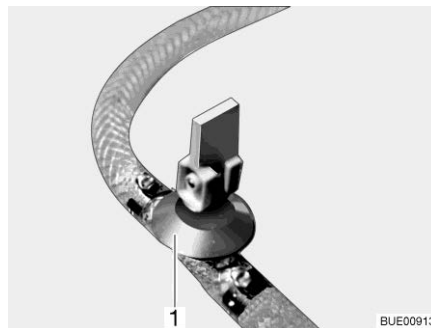

Fig. 192 Rubinetto di scarico (con leva a bilanciere)
- Chiudere tutti i rubinetti di scarico. A tale scopo, posizionare la leva a bilanciere del rubinetto di scarico (Fig. 192,1) in orizzontale.